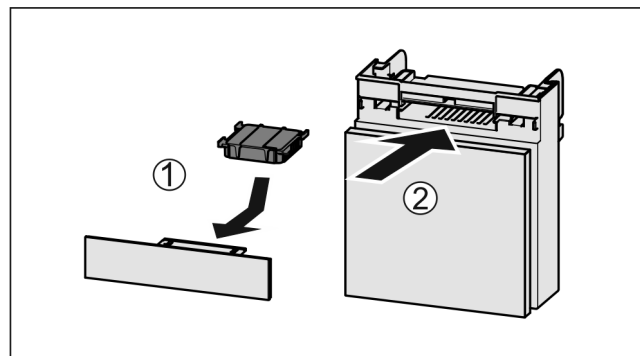

Fig. 99
- Sett inn Fig. 99 (1) aktivkullfilteret etter figuren.
- Skyv inn Fig. 99 (2) hyllen.